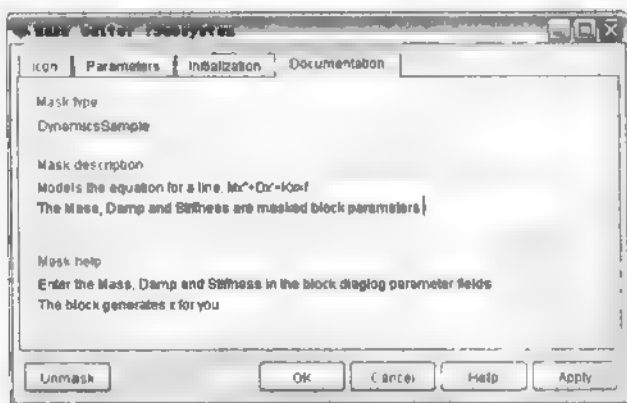
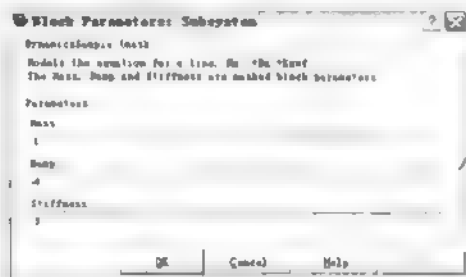

图 7.47 Documentation 标签列表框
图 7.48 设置好 Documentation 窗选项的对话框
Documentation 选项卡允许用户定义或修改类型、描述以及封装子系统模块的帮助文档。下面就是 $Mx'' + Dx' + Kx$ 的一个实际例子，如图 7.47 所示，然后单击 OK 按钮，最后双击封装子系统模块，弹出对话框如图 7.48 所示。
1) 仔细观察图 7.47 和图 7.48，就会发现图 7.46 中各个参数的作用。